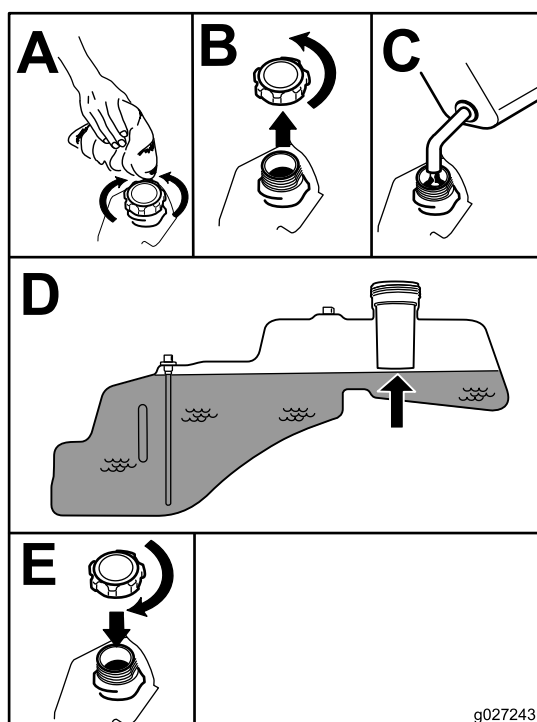

Figura 8
5. Riempite il serbatoio fino alla base del collo del bocchettone (Figura 8).